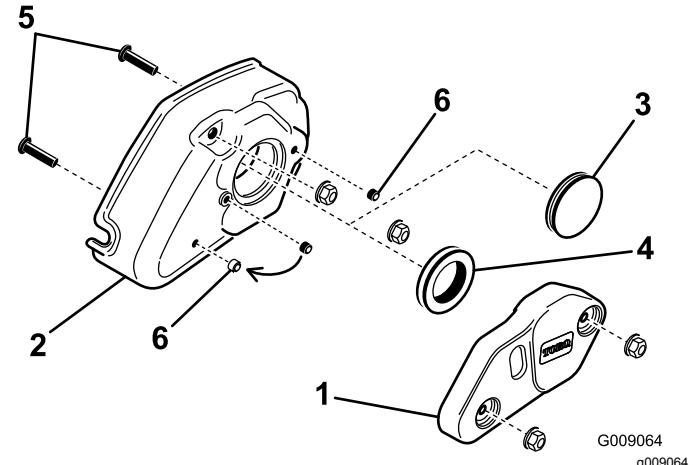

Figura 21
- Togliete i 2 dadi flangiati da 5/16" che fissano la zavorra del groomer al carter del groomer, e togliete la zavorra (Figura 21).
3. Togliete il gommino solido dal carter e sostituitelo con il gommino ad anello in gomma in dotazione con il groomer (Figura 21).
4. Togliete le 2 viti da 5/16" x 1 1/4" avvitate nel carter (Figura 21).
5. Togliete la vite di fermo dal foro centrale del carter del groomer (Figura 21).